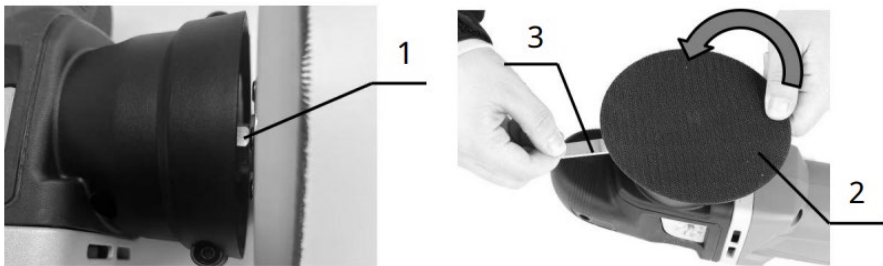

Рисунок 2. Встановлення платформи для полірувальних насадок.
2. Заміна платформи здійснюється вручну, коли шпиндель (1, рис. 2) перебуває у зафіксованому стані за допомогою гайкового ключа (2, рис. 2).
2. Встановити полірувальну насадку на платформу (2, рис. 2). Легко притиснути насадку до платформи для остаточного з'єднання петлево-гачкового замка (липучка).